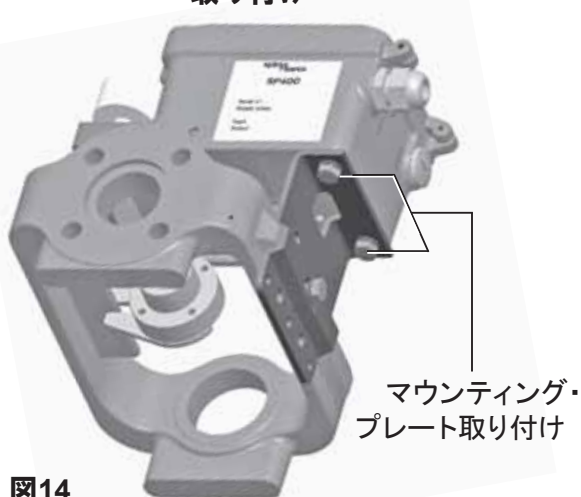

図14
7.2 3方制御弁 (トラベル設定 (TRAVL) 0 - 100%, 図14、15参照)